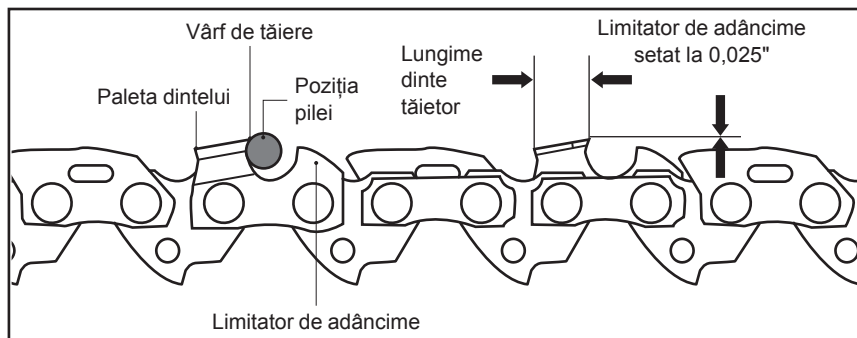

Fig. 49
9. Folosește un instrument de măsurare a limitatoarelor de adâncime pentru a le verifica înălțimea. La cei mai reputați comercianți de unelte sunt disponibile instrumente de măsurare a limitatoarelor de adâncime (fig. 49).